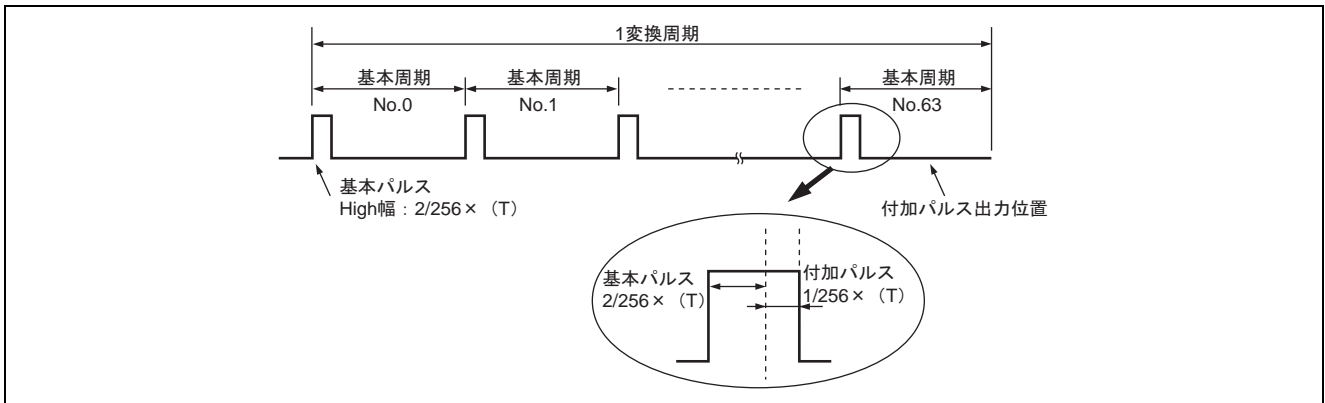

図6 DADR=H'0207のときの出力波形（OS=1）
ここでは、DADR=H'0207（B'0000 0010 0000 0111）の場合を考えます。図6に出力波形を示します。CFS=1であり、上位8ビットの値がB'0000 0010ですので、基本パルスはHigh幅が $2/256 \times (T)$ のデューティ比となります。